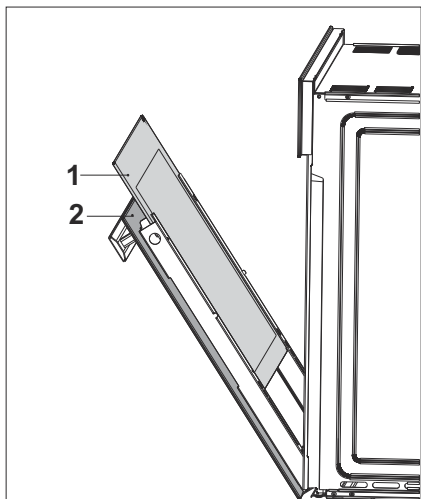

Fig. 31
- Remova o vidro interno do eletrodoméstico para limpá-lo (Fig. 31).